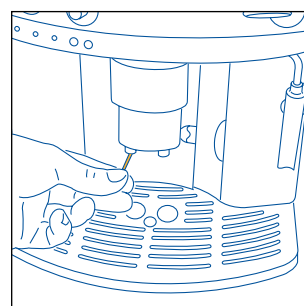

Fig.28
- Verificare di tanto in tanto che i fori dell'erogatore da cui esce il caffè, non siano otturati. Per aprirli raschiare con un ago il deposito di caffè secco accumulato (fig. 28).